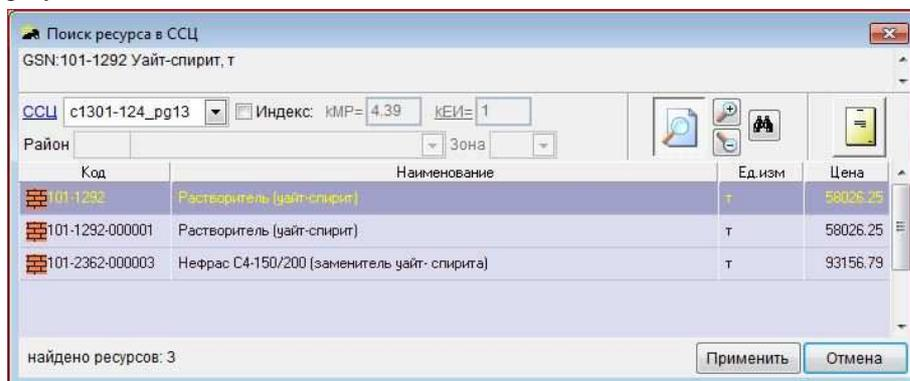

Рис. 3. Окно с результатами поиска
5. Кнопка нижнего меню "Ручной поиск" либо двойной щелчок мышью на любой строке открывает окно с результатами поиска (Рис.3):